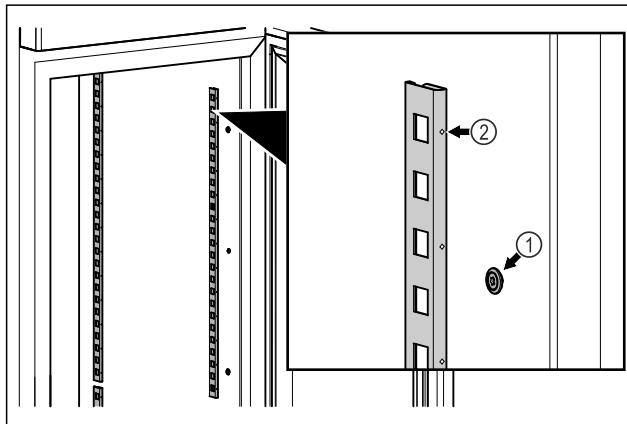

Fig. 56 Primjer izgleda
- Zakvačite letvice u ovjes Fig. 56 (1). Oznaka Fig. 56 (2) mora biti okrenuta prema naprijed.